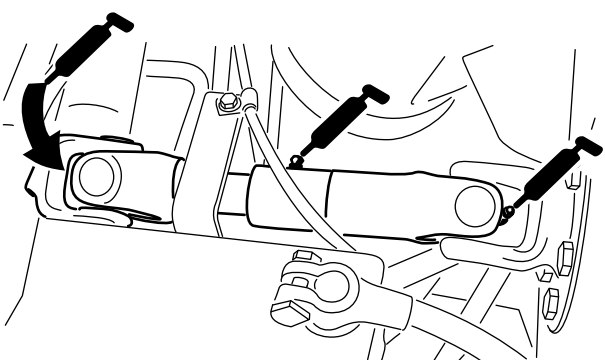

図 30
- ・ ポンプ駆動シャフトのUジョイント (3ヶ所) (図 30)